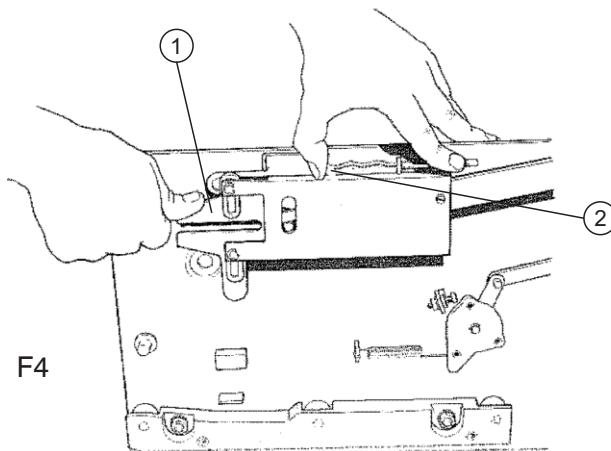
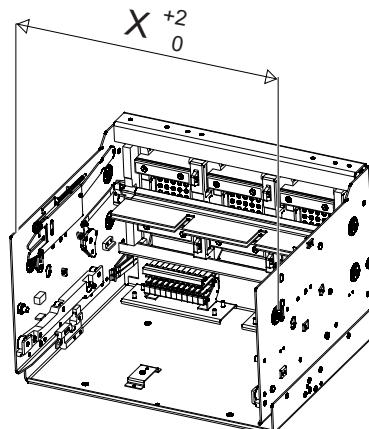

Fig. 3
Fig. 4
d) Prima di inserire la parte mobile nella parte fissa, è bene verificare che la leva (1) di azionamento dei contatti ausiliari sia nella posizione di segnalazione interruttore aperto come indicato in figura 3; in caso contrario la leva di azionamento dei contatti ausiliari verrebbe danneggiata dall'introduzione della parte mobile nella parte fissa (fig. 3). Quando la parte mobile è estratta, la leva (1) rimane sempre nella posizione indicata in figura. La leva (1) può cambiare posizione soltanto per manomissione. In questo caso per posizionare correttamente la leva (1) e permettere il libero ingresso della parte mobile nella parte fissa, spingere la leva (2) e abbassare la leva (1). Verificare che la larghezza della parte fissa (fig. 4) rispetti le dimensioni indicate a catalogo (Tabella A). Per maggiori informazioni fare riferimento al documento 601534/003.
d) Before fitting the moving part into the fixed part, you are advised to check that the lever (1) for operating the auxiliary contacts is in the position that signals "circuit-breaker open", as indicated in figure 3; if it is not, the auxiliary contacts operation lever will be damaged by inserting the moving part into the fixed part (fig. 3). When the moving part is withdrawn, the lever (1) always remains in the position indicated in the figure. The lever (1) can change position only as a result of tampering. In this case, to position the lever correctly (1) and to allow the moving part to be inserted freely in the fixed part, push the lever (2) and lower the lever (1). Check that the width of the fixed part (fig. 4) complies with the dimensions given in the catalogue (Table A). Consult document 601534/003 for further details.
d) Bevor man den beweglichen Teil in den festen Teil steckt, sollte geprüft werden, dass der Hebel (1) zur Betätigung der Hilfskontakte sich in der Position zur Meldung Leistungsschalter ausgeschaltet befindet, wie in der Abbildung 3 zu sehen ist; Andernfalls wird der Betätigungshebel der Hilfsschalter beim Einschieben des beweglichen Teils in das feste Teil beschädigt (Abb. 3). Wenn das bewegliche Teil herausgezogen ist, bleibt Hebel (1) immer in der von der Abbildung gezeigten Stellung. Der Hebel (1) kann seine Stellung nur durch Verstellung ändern. Um den Hebel (1) in diesem Fall korrekt einzustellen und das bewegliche Teil unbehindert in das feste Teil einschieben zu können, den Hebel (2) drücken und den Hebel (1) absenken. Sicherstellen, dass die Breite des festen Teils (Abb. 4) den Abmessungen entspricht, die im Katalog angegeben sind (Tabelle A). Für weitere Informationen siehe das Dokument 601534/003.
d) Opérer de la façon suivante uniquement lors de la première installation des parties mobiles. Avant d'introduire la partie mobile dans la partie fixe, il faut vérifier que le levier (1) d'actionnement des contacts auxiliaires soit dans la position signalant que le disjoncteur est ouvert (voir la figure 3); dans le cas contraire il serait endommagé par l'introduction de la partie mobile dans la partie fixe (fig. 3). Quand la partie mobile est extraite, le levier (1) reste toujours dans la position indiquée par la figure. Le levier (1) peut changer de position uniquement à la suite d'une altération. Dans ce cas pour positionner correctement le levier (1) et permettre l'entrée libre de la partie mobile dans la partie fixe, pousser le levier (2) et abaisser le levier (1). Vérifier que la largeur de la partie fixe (fig. 4) respecte les dimensions indiquées sur le catalogue (Tableau A). Pour plus de détails faire référence au document 601534/003.
d) Antes de introducir la parte móvil en la parte fija, es aconsejable verificar que la palanca (1) de accionamiento de los contactos auxiliares esté en la posición de señalización interruptor abierto, como se indica en la figura 3; de lo contrario la introducción de la parte móvil en la parte fija dañaría la palanca (1). Cuando la parte móvil está extraída, la palanca (1) queda siempre en la posición indicada en la figura. La palanca (1) puede cambiar posición sólo debido a una manipulación de la misma. En este caso para poner la palanca (1) en su posición correcta y permitir libremente la entrada de la parte móvil en la parte fija empujar la palanca (2) y bajar la palanca (1). Verificar que el ancho de la parte fija (fig. 4) respete las dimensiones indicadas en el catálogo (Tabla A). Para más información consultar el documento 601534/003.